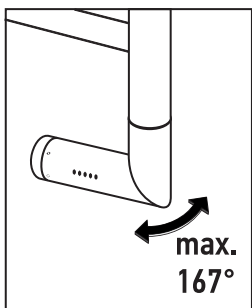

Рис.5
- 4.6. Плотно задвиньте корпус МЭМ до упора и выровняйте относительно полотенцесушителя (рис. 5).